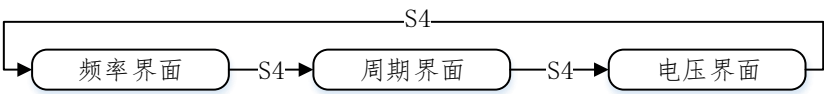

图 5 通过 S4 按键切换界面
- **S4**：定义为“界面”按键，按下 S4 按键，切换频率显示界面、周期显示界面和电压显示界面，按键 S4 切换模式如图 5 所示：